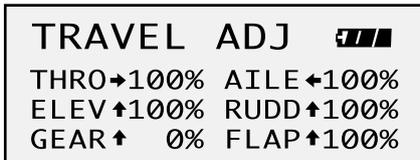

Abb. 13
2. Rufen Sie nacheinander die Option  "Adjust list menu" (Menü Einstellungsliste) »  "Travel adjust" » und scrollen Sie auf "Gear" (Gier). Mit dem Gierschalter auf "0", markieren und stellen Sie den Hubweg auf "0%". Siehe [\[Abb. 13\]](#):